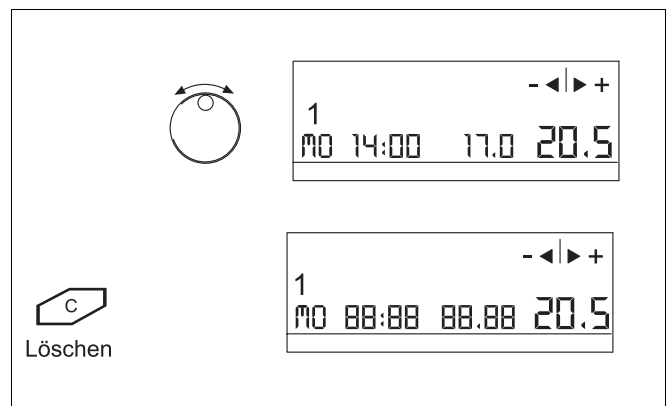

Abb. 11 Löschen eines Schaltpunktes
- ▶ Taste „C“ (Abb. 11) drücken und gedrückt halten, bis alle Zahlen im Display verschwunden sind.